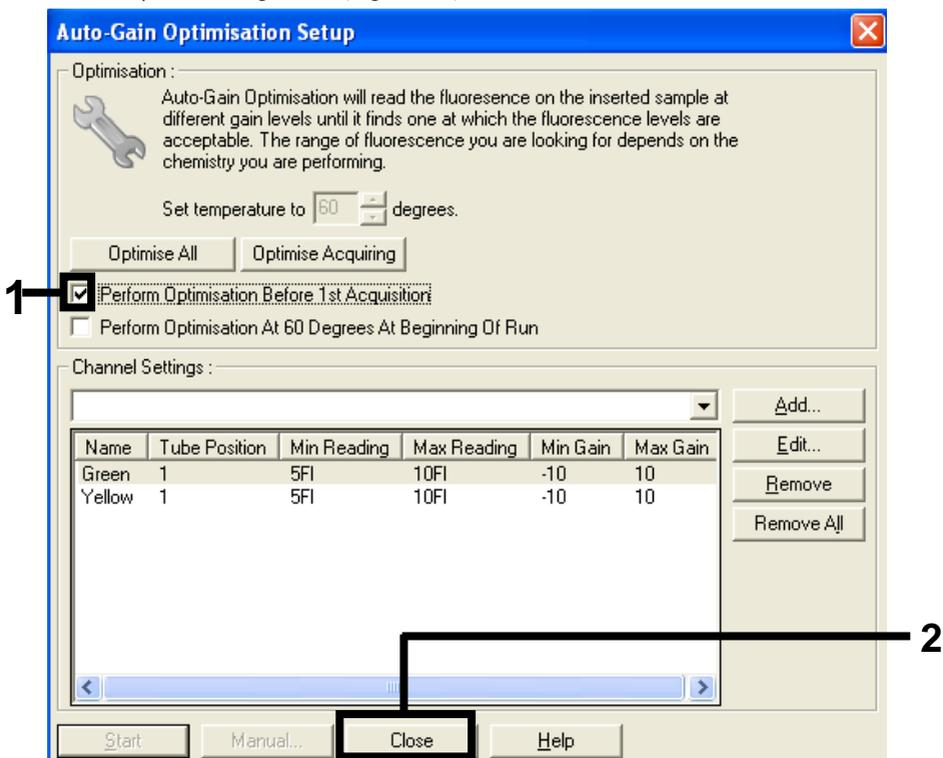

Figura 32. Selezione dei canali verde e giallo.
14. Selezionare la casella Perform Optimisation before 1st Acquisition (Esegui ottimizzazione prima della 1a acquisizione), quindi fare clic su "Close" (Chiudi) per tornare alla procedura guidata (Figura 32).